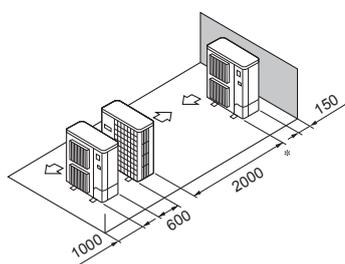

Fig. 2-13
- ⑤ Uppställning med en enstaka parallell enhet (Fig. 2-13)